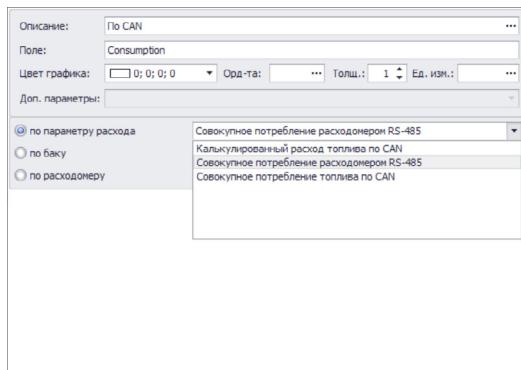

Рис.42. Расчет расхода по параметру.
**2. Настройка расчета расхода по показаниям устройства «ПОРТ-3» / данным с шины CAN (Рис.42).** Для того чтобы программа использовала показания устройства ПОРТ-3 или данные с шины CAN транспортного средства для расчета расхода топлива, необходимо выбрать опцию «по параметру расхода» и в выпадающем списке выбрать нужную настройку: